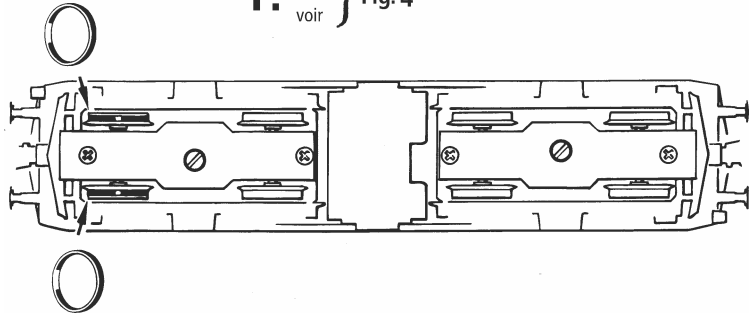

Fig. 9
**2. Schmierung:** Versehen Sie die im Schmierplan in Fig. 9 gekennzeichneten Stellen mit nur **kleinen Öltropfen**. Dazu zuerst das Lokgehäuse abnehmen (Fig. 3). Wir empfehlen das Fleischmann Spezial-Öl Art.-Nr. 6599
**goutte** aux endroits indiqués par le plan de graissage (fig. 9) après avoir démonté la caisse de la locomotive (fig. 3). Nous vous recommandons le graisseur à huile Fleischmann réf. 6599.
**2. Lubrication:** Apply **tiny oil drops** to spots marked in fig. 9. Prior to lubrication dismantle locomotive (fig. 3). We recommend using item no. 6599, Fleischmann oiler.